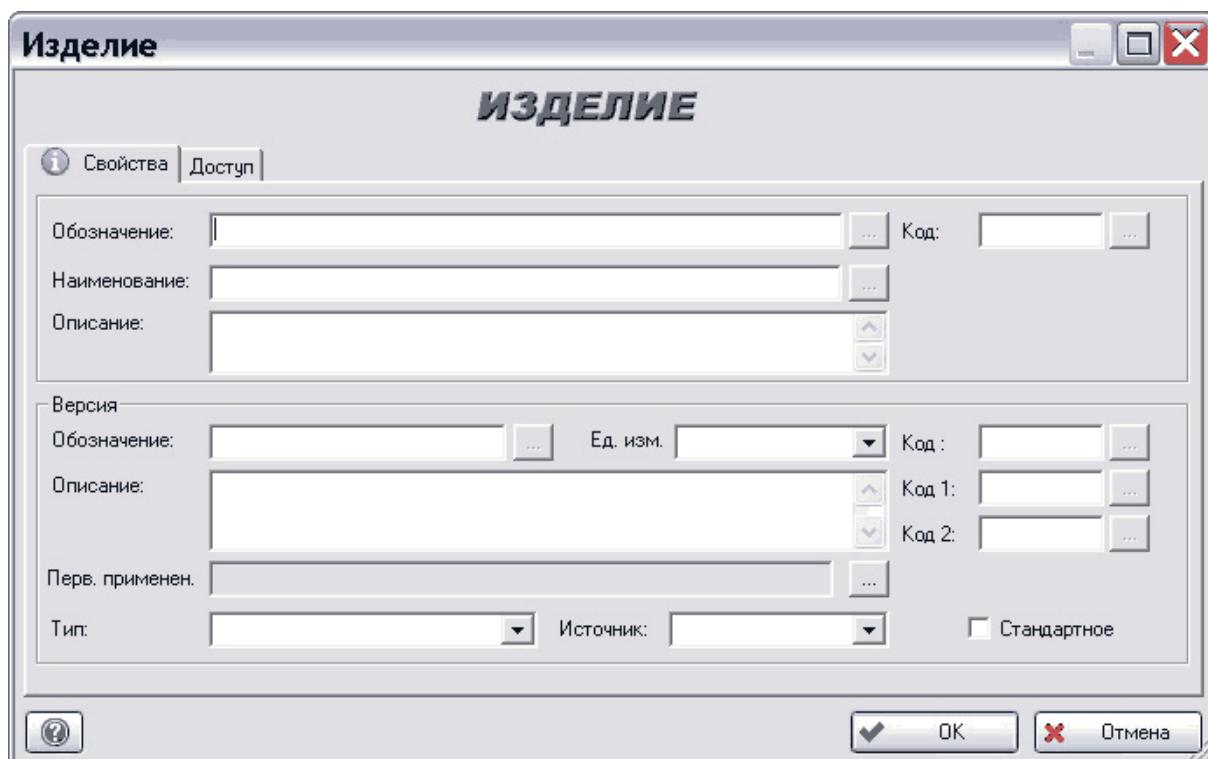

Рис. 26
1. В контекстном меню объекта, в котором Вы хотите создать изделие (папка, категория и т.д.), выберите пункт **Создать → Изделение**. После этого появится окно **Изделение** (Рис. 26).